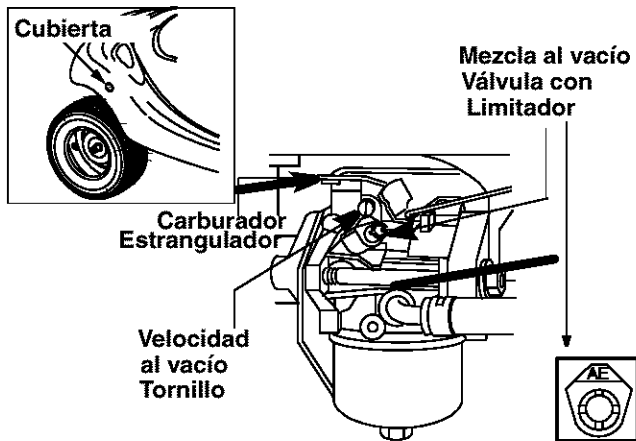

Figura 16
- Gire la mariposa del carburador contra el tornillo de velocidad al vacío y manténgalo así. Ver Figura 16. Gire el tornillo de velocidad para obtener 1750 RPM, usando un tacómetro para medir.